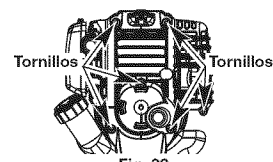

Fig. 32
1. Quite los dos (6) Tornillos de encima de la tapa del motor con un destornillador de pala o Torx® #25 (Fig. 32).
4. Saque la cubierta del motor (Fig. 32).